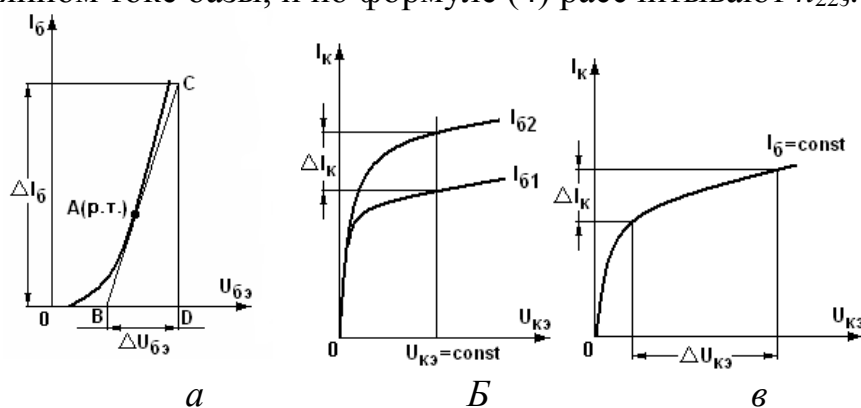

Рис. 4. Упрощенные ВАХ для расчета h -параметров
Для определения $h_{11э}$ проводят через рабочую точку А (р. т) касательную к входной характеристике и строят треугольник BCD (рис. 4, а). Тогда, согласно формуле (1),
Для определения $h_{21э}$ семейство выходных характеристик вблизи р. т. А пересекают линией $U_{кэ} = \text{const}$ (рис. 4, б), что соответствует короткому замыканию на выходе транзистора. Затем по формуле (3) рассчитывают $h_{21э}$, определив графически $\Delta I_к$ и $\Delta I_б$ как разность $I_{б2} - I_{б1}$.
Для определения $h_{22э}$ выбирают из семейства выходную характеристику, снятую при $I_б$ р.т (рис. 4, в). Находят приращение тока коллектора $\Delta I_к$, вызванное приращением напряжения $\Delta U_{кэ}$ на нем при постоянном токе базы, и по формуле (4) рассчитывают $h_{22э}$.